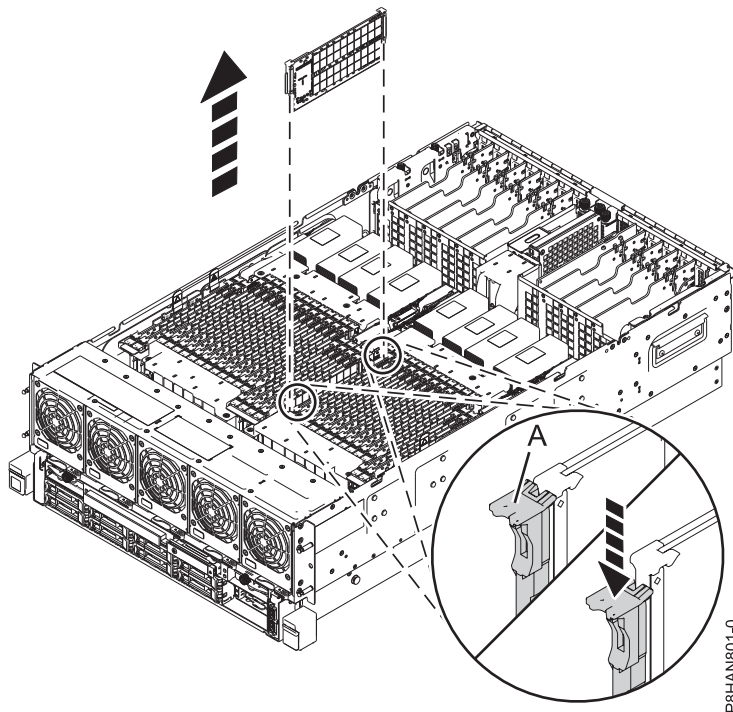

Figura 10. Remover uma placa de memória do sistema
- a. Empurre as patilhas de bloqueio (A) na direcção demonstrada em Figura 10 na página 16 para desbloquear a memória do respectivo conector na ranhura. A acção de alavanca das patilhas força a memória a sair do conector.